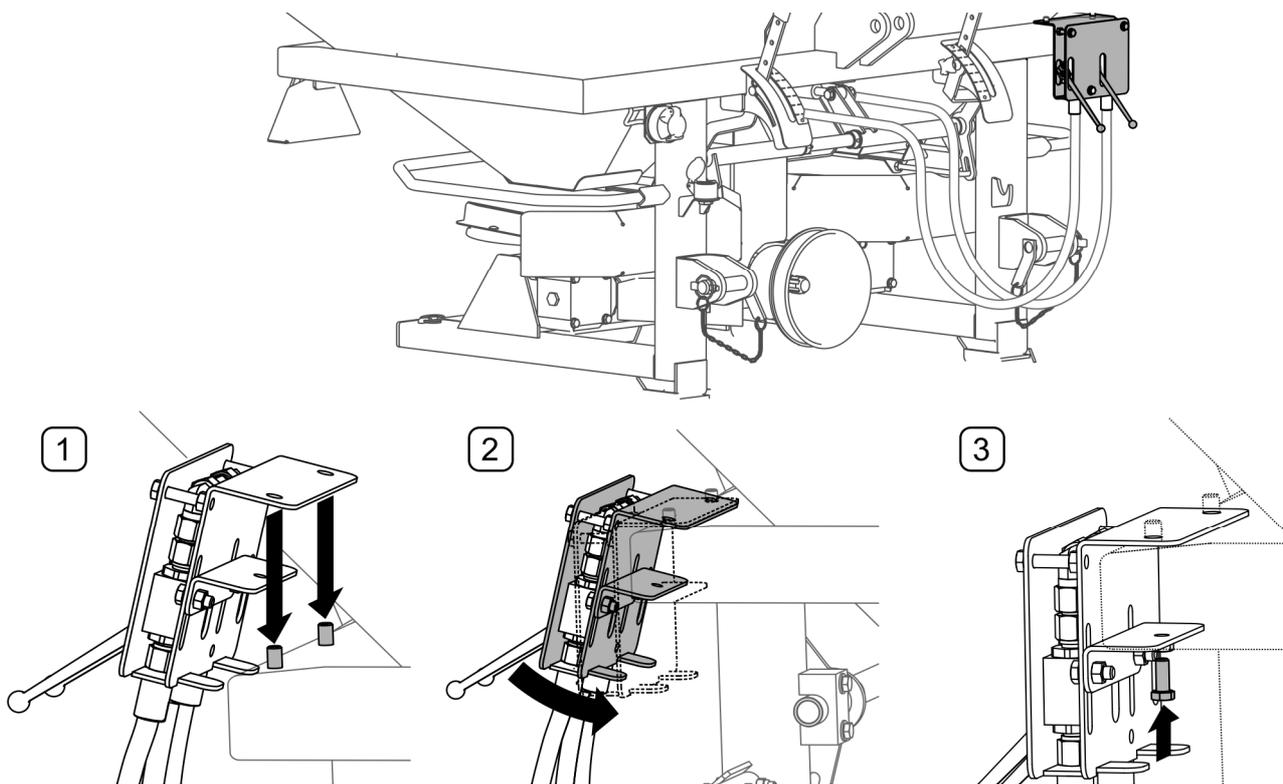

РИСУНОК 4.16 Крепление рычагов открытия и закрытия заслонок
- Если рычаги управления клапанами заслонок находятся в кабине, то необходимо их закрепить на раме машины (РИСУНОК 4.16).